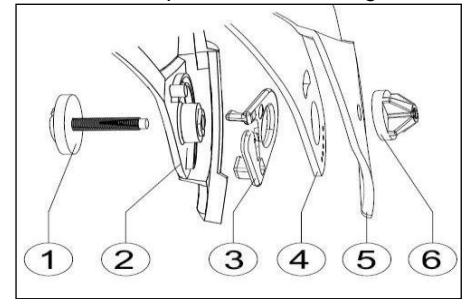

Fig. 1
- Svitare le viti (fig. 1, punti 1 e 6) sui lati.
- Rimuovere la piastra frontale (fig. 1, punto 5), avendo cura di rimuovere la parte centrale dal suo supporto.
- Rimuovere la visiera (fig. 1, punto 4).
- Rimuovere il tappo di accensione / spegnimento (fig. 1, punto 3).
- Rimuovere la parte del casco (fig. 1, punto 2).
- Posizionare la vite nell'apposito alloggiamento del copricapo (Fig. 1 punto 1)
- Inserire il fermo On / Off (Fig. 1 punto 3)
- Inserire la visiera (Fig. 1 punto 4)
- Posizionare la piastra frontale (Fig. 1 punto 6)
- Stringere leggermente la vite (Fig. 1 punti 1 e 6)